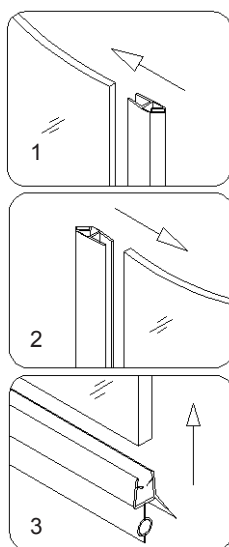

Рис. 10
5. Вставьте магнитные полосы **(08)** по краям двух стеклянных дверей, а затем прикрепите нижние водоотталкивающие полосы **(09)**. См. рис. 10 для более подробной информации.